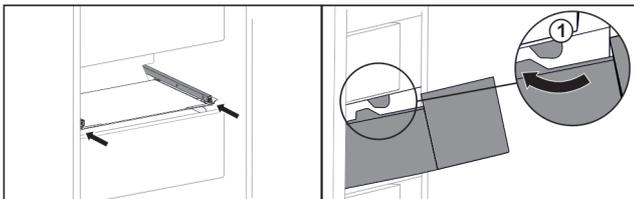

Fig. 55
- ▶ Far passare il cassetto intorno ai fermi Fig. 55 (1).